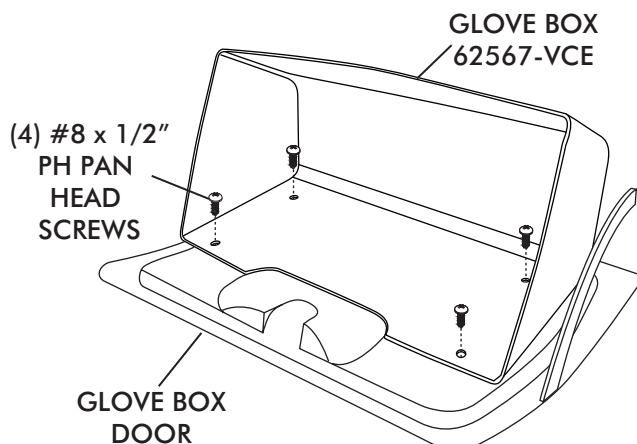

FIGURE 22
- ☐ INSTALL NEW GLOVE BOX. CENTER GLOVE BOX TO GLOVE BOX DOOR AND DRILL (4) 1/8" HOLES. INSTALL GLOVE BOX TO DOOR USING (4) #8 x 1/2" PH PAN HEAD SCREWS, SEE FIGURE 22.